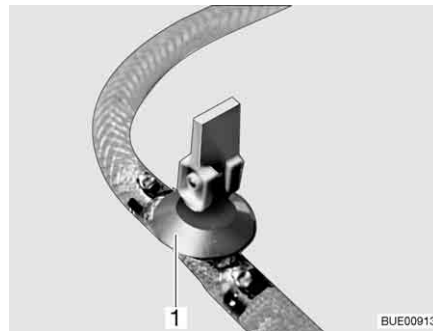
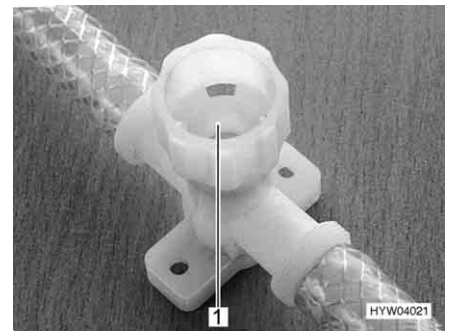

Fig. 250 Torneira de descarga (com alavanca basculante)
Fig. 251 Torneira de descarga (com tampa rotativa)
- Abra todas as torneiras de descarga. Para isso, coloque a alavanca basculante da torneira de descarga (Fig. 250,1) em posição vertical ou gire a tampa da torneira de descarga (Fig. 251,1) em sentido contrário aos ponteiros do relógio.